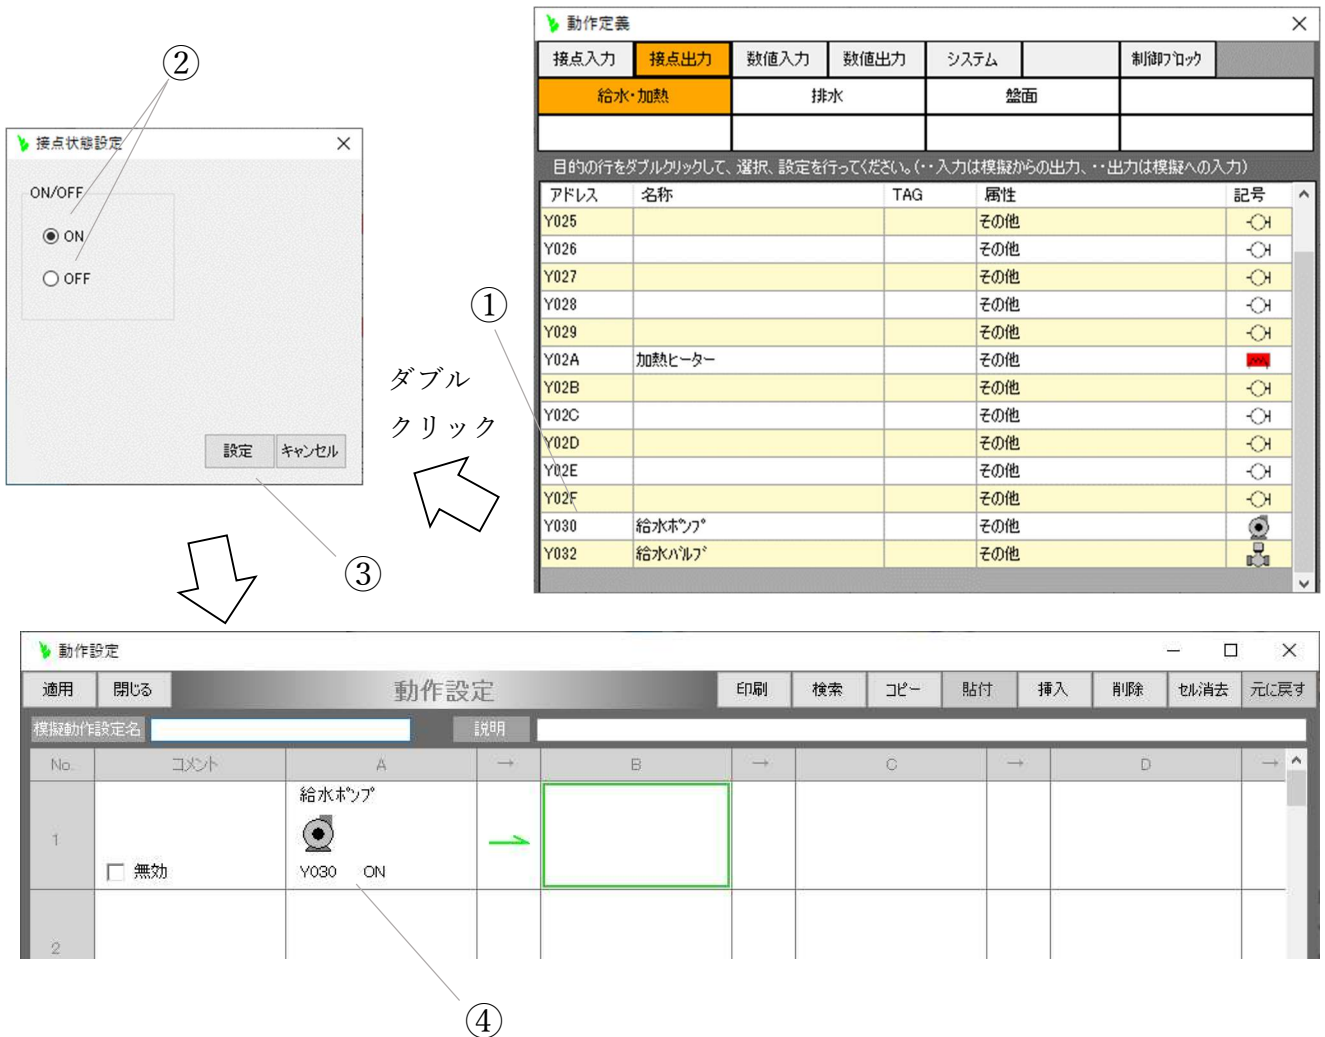

図 7-12
下図、「動作定義」ウインドウの①の目的の行をダブルクリックすると、その入出力の ON 状態を定義するか、OFF 状態を定義するかを決めるウインドウが開きます。(図 7-12 左上)
②[ON]または[OFF]を設定して③[設定]ボタンをクリックすると④「動作設定」画面に反映されます。
(図 7-12 下)